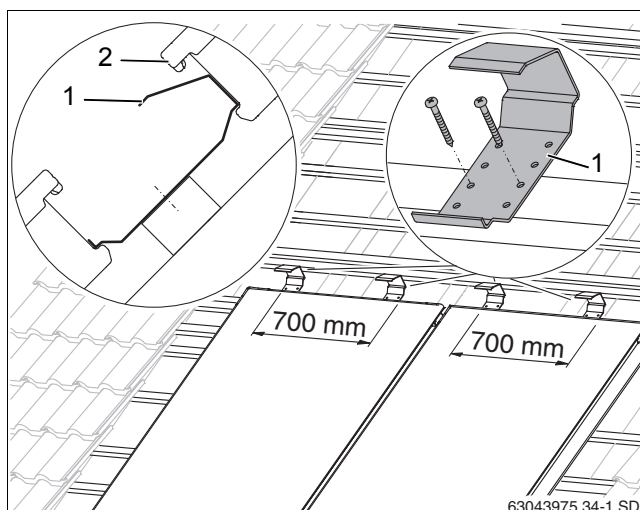

Рис. 30 Крепления от сползания для второго ряда коллекторов
- ▶ Установите два крепления от сползания (рис. 30, [1]) на коллектор в середине (с расстоянием 700 мм между ними) над нижним коллектором на четвертой дополнительной рейке нижнего ряда и закрепите двумя саморезами 4 x 40.
- ▶ Коллектор верхнего ряда устанавливается (рис. 30, [2]) в крепления от сползания, затем его нужно выровнять по нижнему ряду.